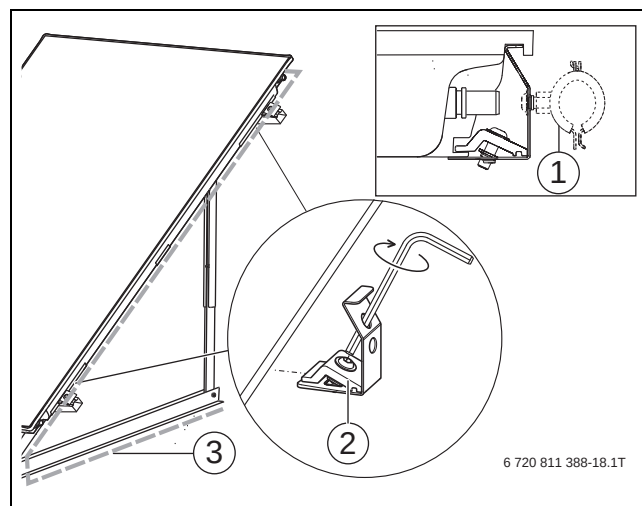

Bild 200 Leitungsführung Kollektorvorlauf
- Vorlaufleitung parallel zum Kollektor führen (→ Bild 200).